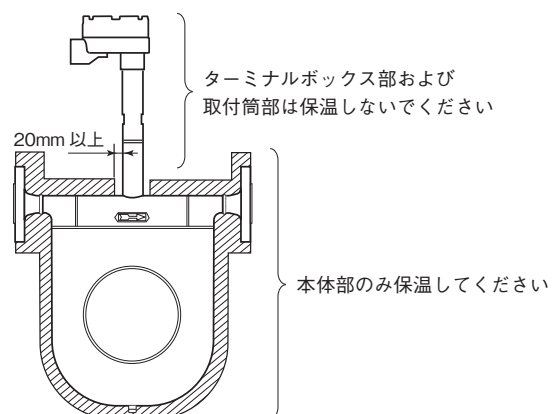
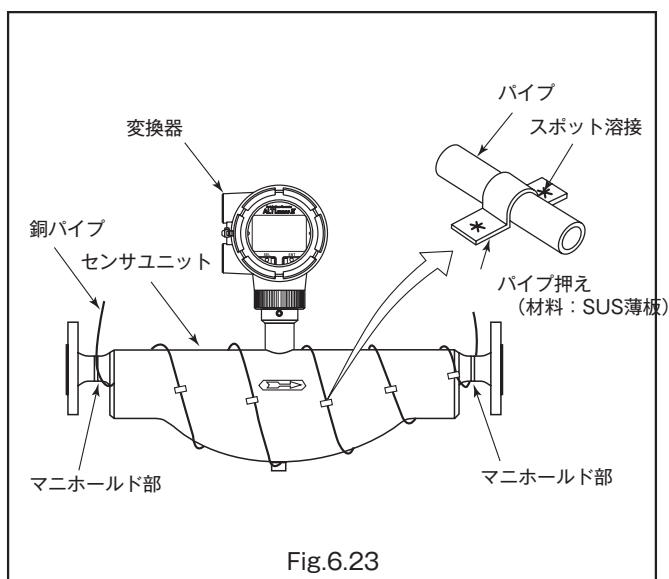

Fig.6.20
Fig.6.23
- (1) センサユニットに保温・保冷材を取付ける際は、本体部のみ保温・保冷してください。流体はセンサケース側を通過するため、取付筒および端子箱の保温・保冷は効果がありません。特に、高温形および低温防爆形では、端子箱を熱（冷熱）から保護するためにも、取付筒から20mmの距離には保温・保冷材を取付けないでください（Fig.6.20）。
- (2) 保守点検を容易にするためにセンサユニットの保温は簡易的なものとするをお勧めします。
- (3) 保温・保冷の際に断熱材を外装材で覆う場合、外装材の固有周波数が内部で振動しているチューブ周波数^{*1}に近いと、計測に影響をおよぼす場合があります。
- (4) スチームトレースなどを行なう場合は、最高温度に十分注意してセンサユニットの温度使用未満にしてください。トレース温度は計量液の温度と同じにしてください。（⇒3.1センサユニット標準仕様をご参照ください。）
- (5) 銅パイプなどをセンサユニットにらせん巻きするときは、銅パイプを（Fig.6.19～Fig.6.23）に示すようなパイプ押さえでセンサユニットにスポット溶接してください。
- (6) CA025、CA040、CA050、CA080ではヒートトレーサーのご使用を推奨いたします。